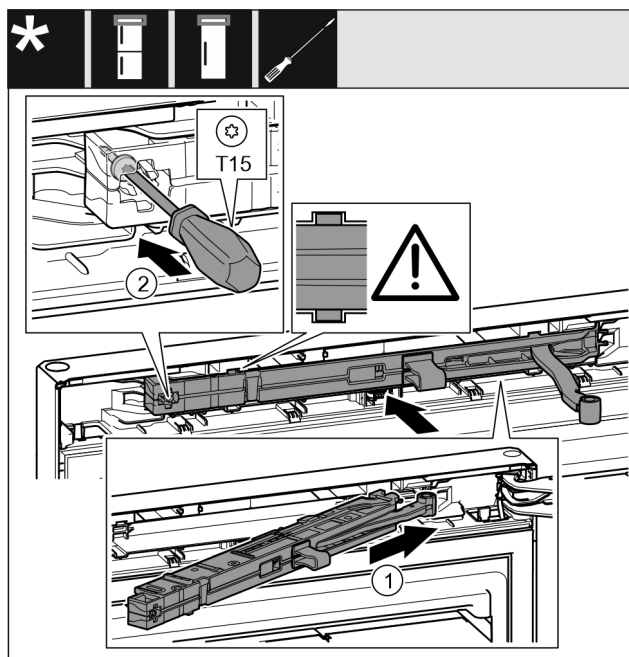

Fig. 42
- ▶ Pe partea suportului de lagăr împingeți înclinat unitatea amortizorului de închidere Fig. 42 (1) până la opritor în degajare.
- ▶ Îșurubați ferm șurubul Fig. 42 (2) cu o șurubelniță.